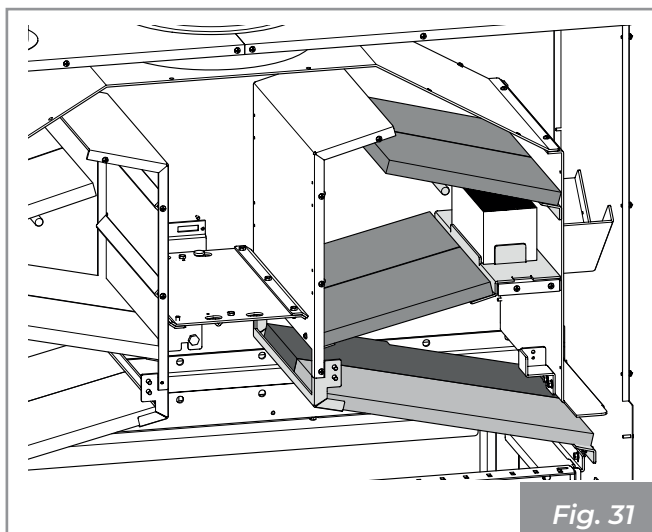

Fig. 31
- 6) Proceder del mismo modo en el lado opuesto. (Fig. 31).